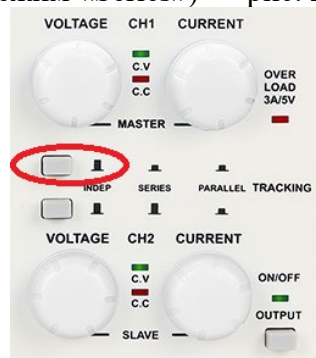

Рис. 2 Панель керування UTP3055
- 1.3. Натиснути верхню кнопку вибору режиму роботи, включити послідовне з'єднання каналів блоку живлення (режим «Series») — рис. 2